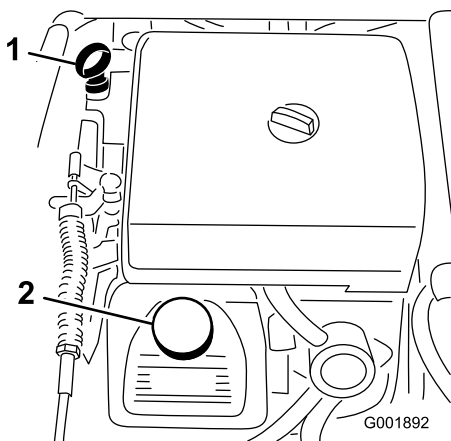

Bild 20
2. Nehmen Sie den Peilstab heraus und wischen Sie ihn mit einem sauberen Lappen ab (Bild 20). Stecken Sie den Peilstab in das Rohr und stellen Sie sicher, dass er vollständig eingeführt ist. Nehmen Sie den Peilstab heraus und prüfen Sie den Ölstand.
3. Wenn der Ölstand niedrig ist, nehmen Sie den Deckel des Einfüllstutzens von der Ventilabdeckung ab (Bild 20) und füllen Sie Öl auf, bis der Ölstand die Vollmarke am Peilstab erreicht. Angaben zur richtigen Ölsorte und zur Viskosität finden Sie unter Warten des Motoröls“im Abschnitt Wartung“. Gießen Sie Öl langsam ein und prüfen Sie den Ölstand häufig während des Füllens. Nicht überfüllen.